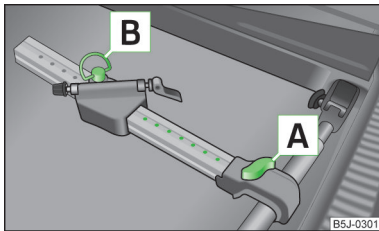

Fig. 71
- Extrageți puțin șurubul **A** » fig. 71 și împingeți suportul longitudinal (partea din aluminiu) înspre suportul transversal, până când se blochează soclul.
- Slăbiți șurubul **A** » fig. 71 la pagina 77 și împingeți înspre stânga suportul pentru bicicletă, împreună cu bicicleta fixată, în așa fel încât între ghidon și geamul lateral al portbagajului să nu se ajungă la coliziune.